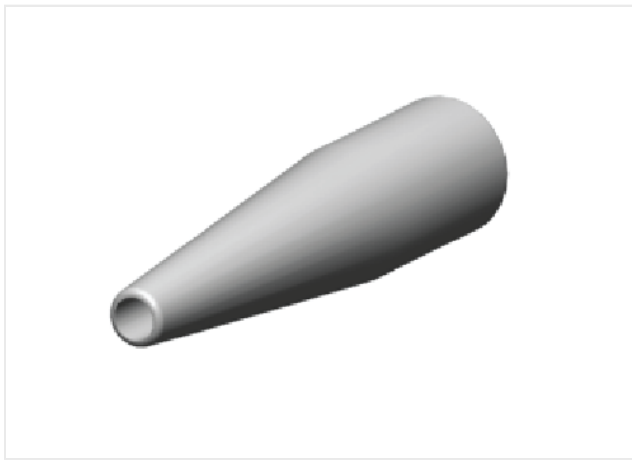
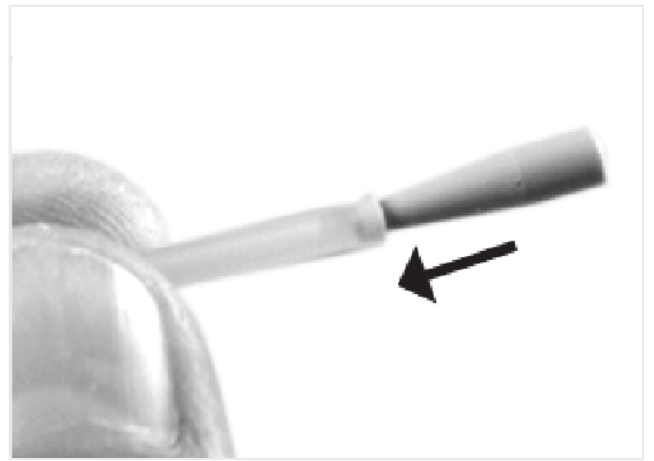

FIG. 6
FIG. 7
1. Den medföljande konformade delen kan vara användbar för anslutning av kylröret till enhetens rör (FIG. 6 och FIG. 7).